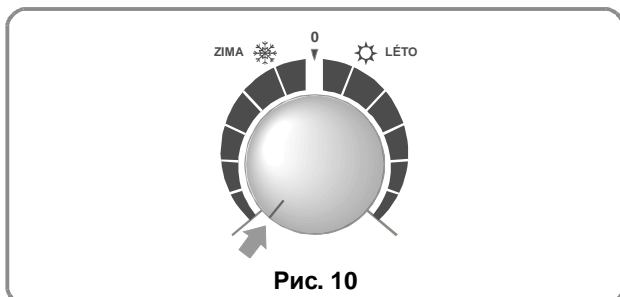
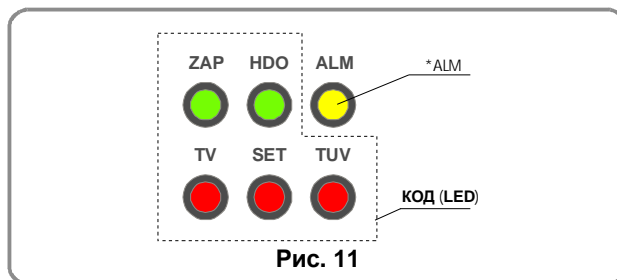

Рис. 10
Рис. 11
- ▶ определение типа неисправности в соответствии с кодом (таблица 10), изображённым на панели сигнализации (рис. 11, стр.12);
Возникла менее серьёзная неисправность (таб. 9, стр. 12). Код неисправности будет изображён поворотом переключателя в левое крайнее положение (рис. 10, стр. 12). Работа котла не прервана, а неисправность оценивается в соответствии со следующими принципами:
Основной уровень определяется мультифункциональным переключателем (рис. 10) и сигнализацией 15 типов кодов, которые изображаются на панели управления котла. Каждая конкретная неисправность имеет свой код. Стиль и соответствующий LED, которые использованы для сигнализации актуальной неисправности, смотри на рис. 11.
Менее серьёзные неисправности сигнализируются жёлтым LED-диодом «ALM», который мигает с частотой 1 Гц, если неисправность не ликвидирована. Код актуальной неисправности определяется поворотом переключателя до положения указанного на рис. 10. При возникшей неисправности котёл продолжает отапливать, но с меньшим комфортом, так как автоматически переключится на работу в более низкой эксплуатационной системе (SO1, SO2).